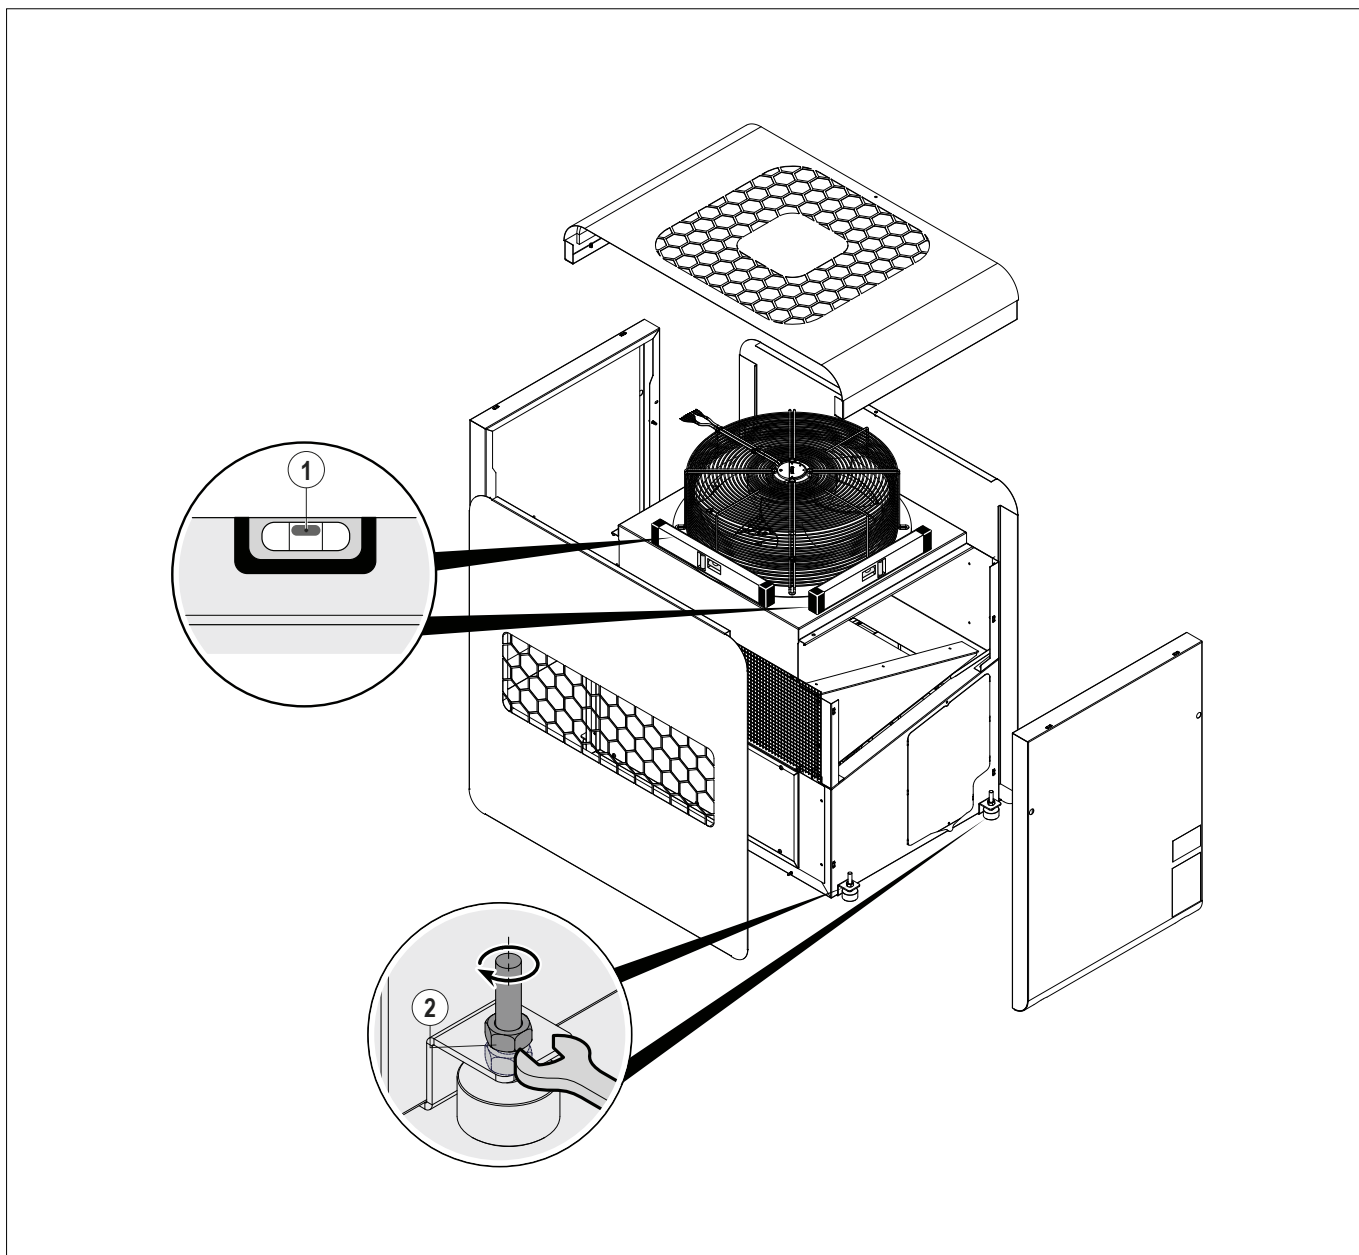

FIG. 36 (Livellamento della macchina)
- 1) Posizionare una livella (**FIG. 36 -Rif. 1**) nel senso longitudinale e trasversale della macchina
- 2) Agire sui dadi (**FIG. 36 -Rif. 2**) per livellare la macchina